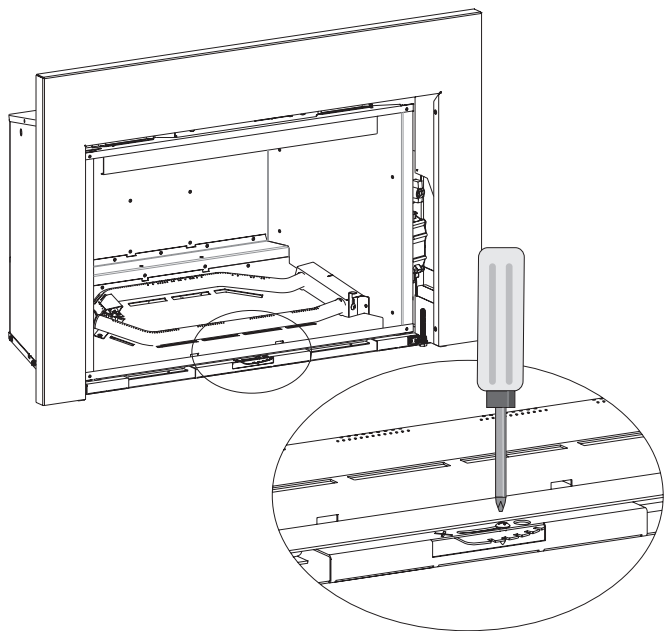

Figure 8 - Obturateur d'air du brûleur arrière
9. Desserrer la vis de l'obturateur d'air arrière et faire pivoter la poignée jusqu'à obtenir une ouverture de 1/8 po (3 mm). Serrer la vis. **Voir Figures 8 et 9.**